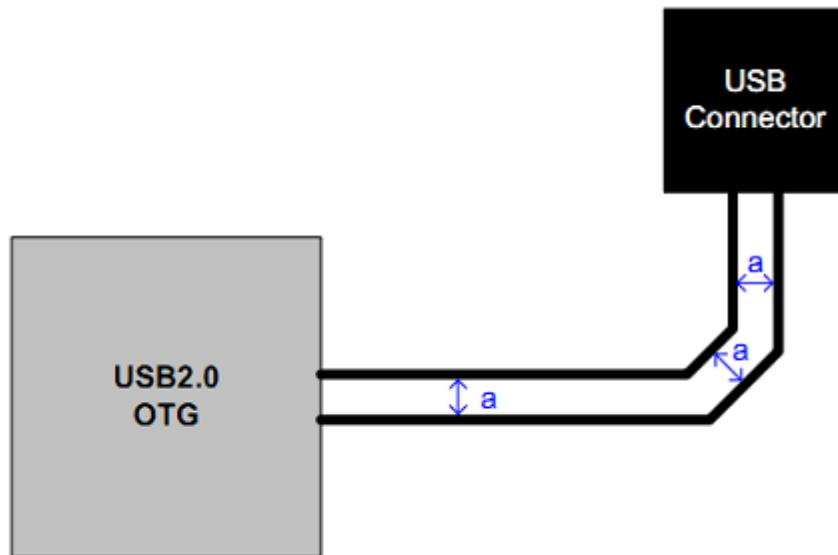

图 4-26 USB 走线差分要求
- USB的信号走线必须严格遵循差分规则要求走线。走线拐角尽量用弧线或者钝角，不能为直角或锐角，如图4-26；